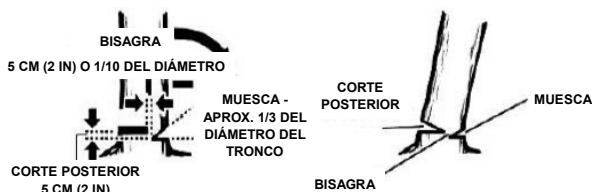

FIG. 22
**ADVERTENCIA:** Nunca corte hasta llegar a la muesca cuando realiza el corte posterior. La bisagra controla la caída del árbol; ésta es una sección de madera entre la muesca y el corte posterior. (Fig. 22)